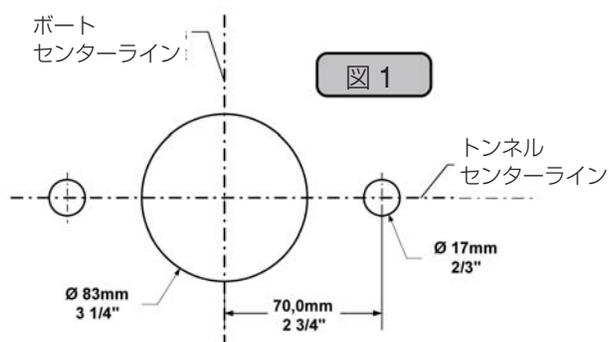

図 3
8. 付属のボルトを用いて、記載されている規定のトルクで締め付けてください。(図 3)